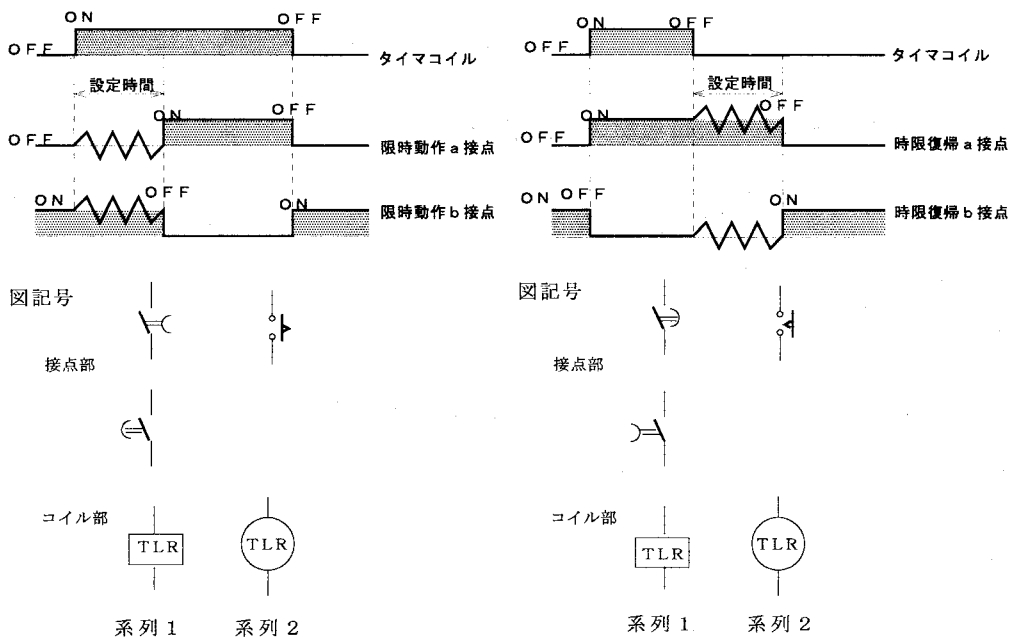

図 3-59 限時動作接点の動作と図記号
② 動作上の分類
* (2) 動作
① 限時動作 (オンディレー) 方式 (図 3-59)